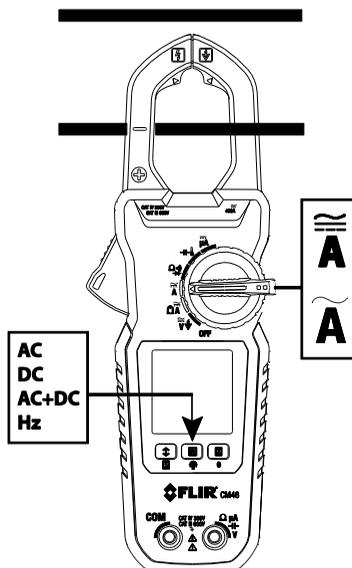

Figure 5-3 Fixation correcte et incorrecte
5. Appuyez sur la gâchette pour ouvrir les mâchoires de la pince afin d'enserrer entièrement un pôle d'un circuit—voir Fig. 5-3. Pour des résultats optimaux, centrez le conducteur dans la mâchoire.